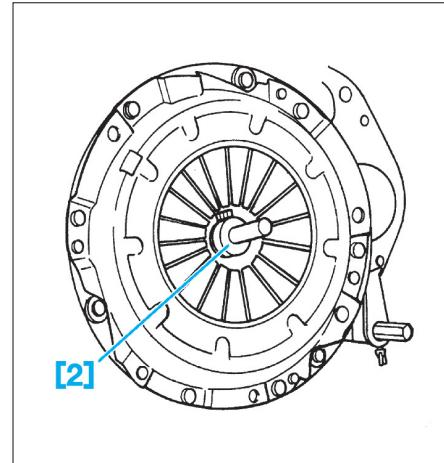

FIG. 6
- Positionner le disque sur le volant moteur à l'aide du mandrin [2] (Fig.6).